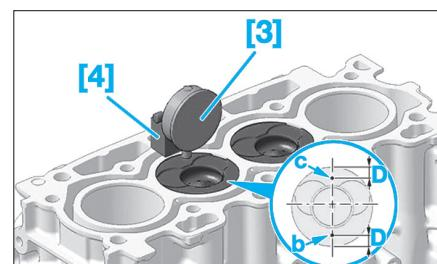

Fig. 57
- Monter les outils [3] et [4] sur le plan de joint du carter-cylindres (Fig.57).